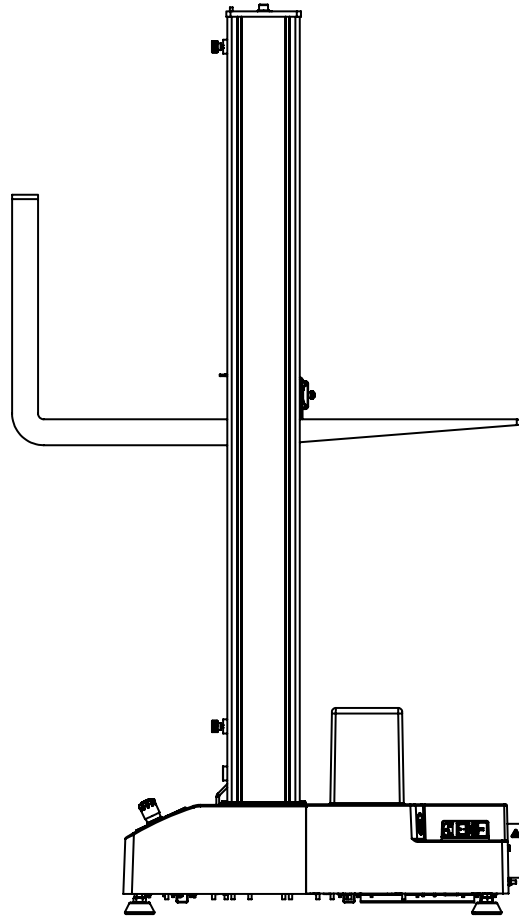

Abbildung 10. Anheben des Prüfrahmens an der Traverse
2. Polstern Sie die Gabel oder die Traversen, um die Traverse zu schützen, und fahren Sie die Gabeln vorsichtig zwischen den Säulen unter die Traverse. Siehe Abbildung 10 auf Seite 62.